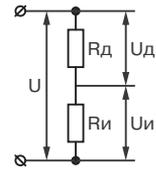

Рис. 1.12. Схема измерительного прибора с добавочным сопротивлением
**Пример использования №2.** Прибор используют в качестве вольтметра, с пределом измерения напряжения 100 В. Необходимо определить величину добавочного сопротивления, которое нужно последовательно соединить с прибором (рис. 1.12).